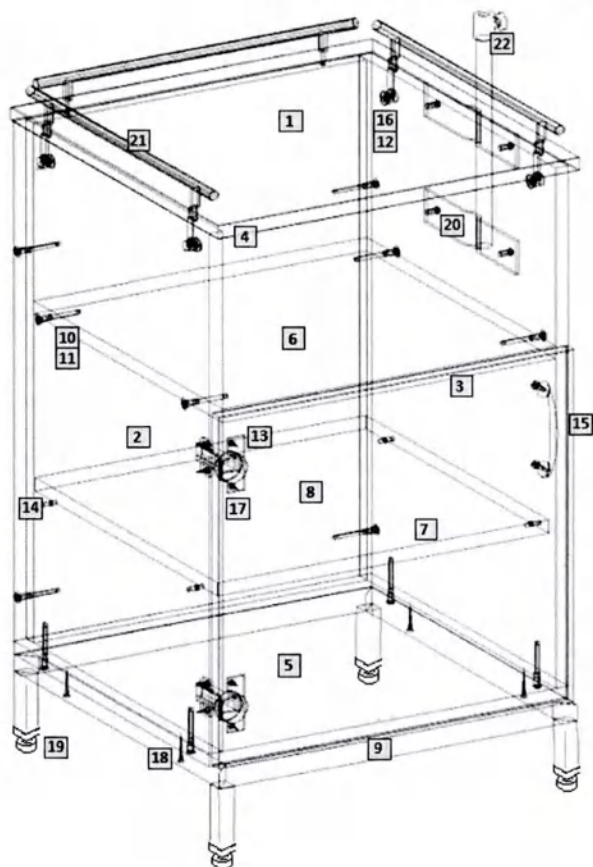

Рис.1
1) Внимательно ознакомьтесь со схемой сборки, изображенной на рис.1, сверяясь со спецификацией на изделие. Согласно схеме и спецификации определите расположение деталей в изделии и порядок их сборки. Сборка производится на ровном полу, укрытом материалом, предотвращающим повреждение покрытия пола и деталей мебели. Подготовьте необходимые для сборки инструменты – плоскую и крестовую отвёртки, молоток, рулетку или линейку.
2) На вертикальных боковых стенках (2 и 3) установите цилиндрические части эксцентриковых стяжек (12) в предназначенные для них отверстия. На крышке установите штоки эксцентриковых стяжек и ограждения (при необходимости).
3) Евровинтами, как показано на рис.1, соедините вертикальные боковые стенки (2 и 3) с горизонтальными стенками (5 и 6). Установите крышку (1). Затяжка соединения производится путём поворота эксцентриков до упора в направлении стрелки, выштампованной на корпусе стяжки. На видимые головки еврвинтов (10) и стяжек эксцентриковых (16) установите заглушки (11) и (12).
4) При помощи винтов 6,3x13 закрепите на боковых стенках тумбы ручку для перемещения (22) (при необходимости) и держатель для штатива (20) (при необходимости). Шурупами 4x35 18 соедините каркас тумбы с металлическим основанием (9).
5) На двери (7) шурупами 4x16 (17) закрепите петли (13); установите ручку (15). Дверь закрепите к боковой стенке тумбы шурупами. При необходимости отрегулируйте положение двери винтами петель. Установите полку (8) на полкодержатели (14).
6) В металлическое основание (9) установить колеса (19) и бамперы (24) (при необходимости).
7) При необходимости установки штатива с держателем, установить штатив (23) в закрепленный на боковой стенке тумбы держатель (20).